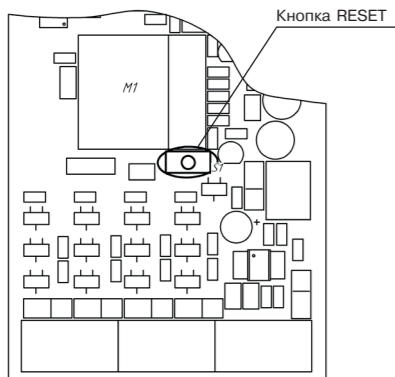

Рисунок 10. Расположение кнопки RESET на плате Устройства
- не отпуская перемычки (пинцета), нажать кнопку RESET (рис. 10), расположенную на плате Устройства;
- после появления часто мигающей индикации (короткая вспышка раз в 1 с) светодиода Wi-Fi (4) удалить перемычку (пинцет).